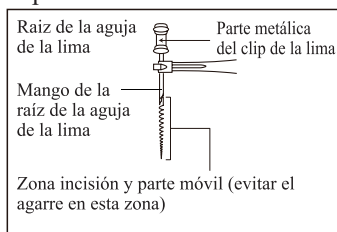

Imagen 7
a. Cuando agarre el canal radicular con una lima, sujete la parte superior de la parte metálica (cerca del canal radicular en el mango de la aguja). Si sujeta la parte inferior (hoja o parte móvil), se desgastará la parte metálica de la sujeción de limas y la parte de resina. [Imagen 7]